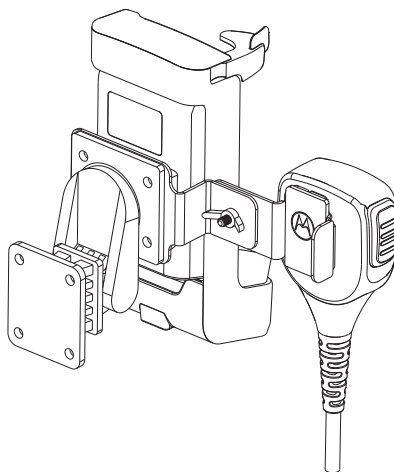

Bild 3. Placera RSM i RSM-hållaren
8. RSM-hållaren gör det möjligt att placera RSM på det sätt som visas i Bild 3.